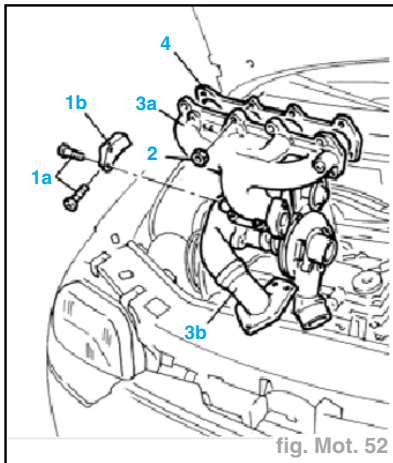

fig. Mot. 52
- Retirer du turbo la protection métallique (2) du tuyau de sortie d'huile.
- Détacher le tuyau de sortie d'huile (3).
- Détacher du turbocompresseur le manchon d'alimentation en air (5).
- Dévisser les vis de fixation (1a) et enlever l'étrier de renfort (1b) (fig. Mot. 52).
- Dévisser les écrous de fixation (2) du collecteur d'échappement à la culasse.
- Retirer le joint sous le collecteur d'échappement (4).